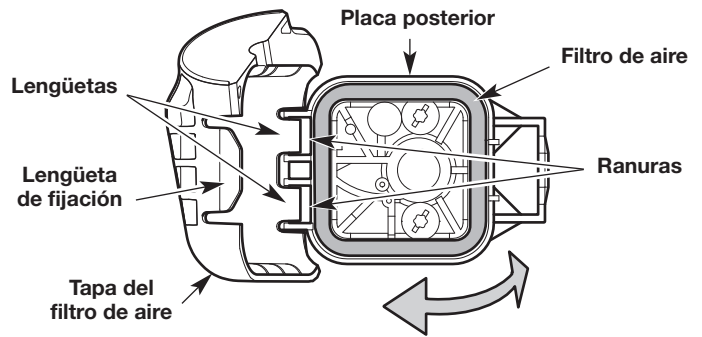

Fig. 18
1. Abra la cubierta del filtro de aire: oprima la lengüeta de fijación y gire la cubierta del filtro de aire hacia la izquierda (Fig. 18).
2. Extraiga el filtro de aire (Fig. 18).
6. Vuelva a instalar el filtro de aire (Fig. 18).
7. Cierre la cubierta del filtro de aire: inserte las lengüetas de la cubierta del filtro de aire en las ranuras de la placa posterior. Gire la cubierta del filtro de aire hacia la derecha y oprímala para cerrarla hasta que la lengüeta de fijación calza a presión en su lugar (Fig. 18).